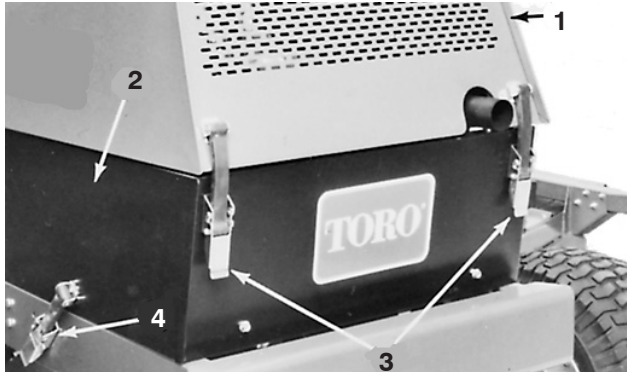

Bild 3
2. Entriegeln Sie die Motorhaube, heben Sie sie an und stützen Sie die geöffnete Haube ab (Bild 3). Stellen Sie sicher, dass die Motorhaube sicher in einem der Befestigungshalterungen an der Haube abgestützt ist. Entriegeln und nehmen Sie das linke Seitenteil ab.